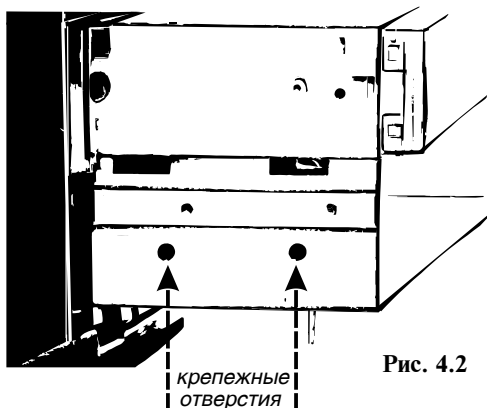

Рис. 4.2
3. Выдвиньте вперед металлический блок. Рис. 4.2.
4. С двух сторон блока открутите винты крепления пластмассового перчаточного ящика. Рис. 4.2.
7. Штатные отверстия, через которые крепился перчаточный ящик, рис. 4.2, необходимо увеличить (рассверлить, раскрутить саморезами).
15. Установите Дисплей в отсек. Штатные отверстия, рис. 4.2, в металлическом блоке через которые крепился перчаточный ящик и крепежные отверстия на кронштейнах, должны совпадать. Наживите и затяните саморезы.